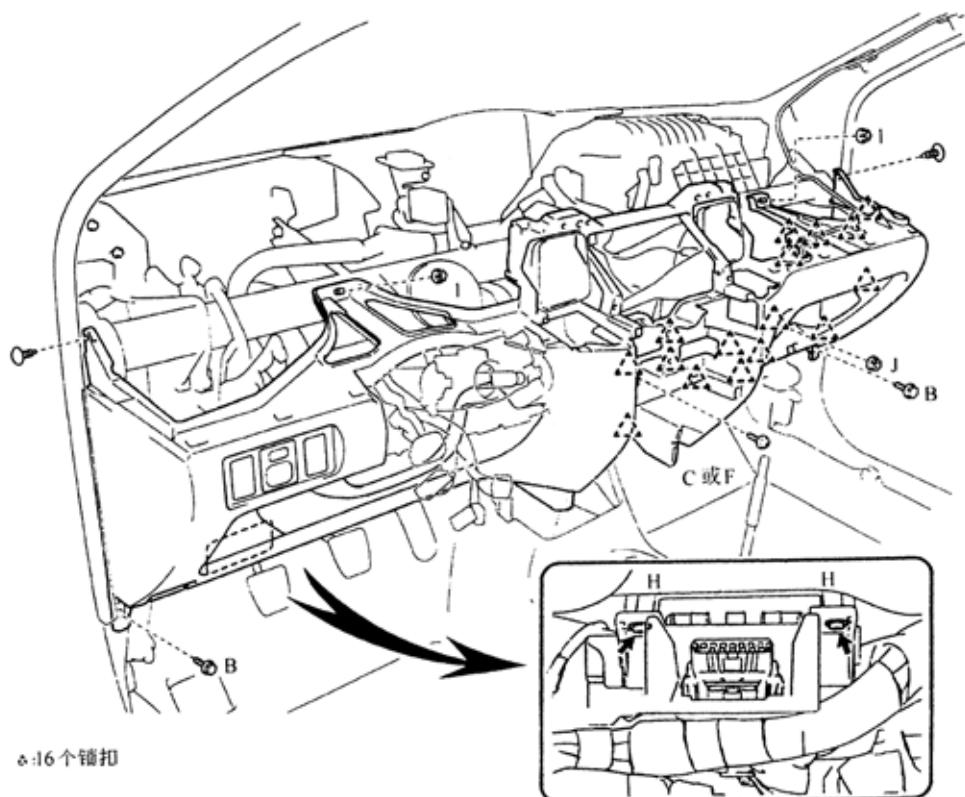

图 9-124
- 26)拆下有加热器导管的下部仪表板总成, 如图 9-124 所示。